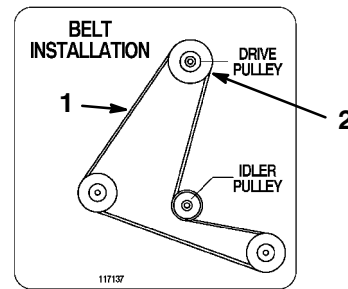

Bild 8
9. Ziehen Sie die Spannscheibe zum Entspannen des Treibriemens nach außen und ziehen den Riemen über die Riemenscheibe des Motors (Bild 8). Legen Sie den Treibriemen in die obere Scheibenrinne, wenn die Motorscheibe zwei Rillen aufweist.